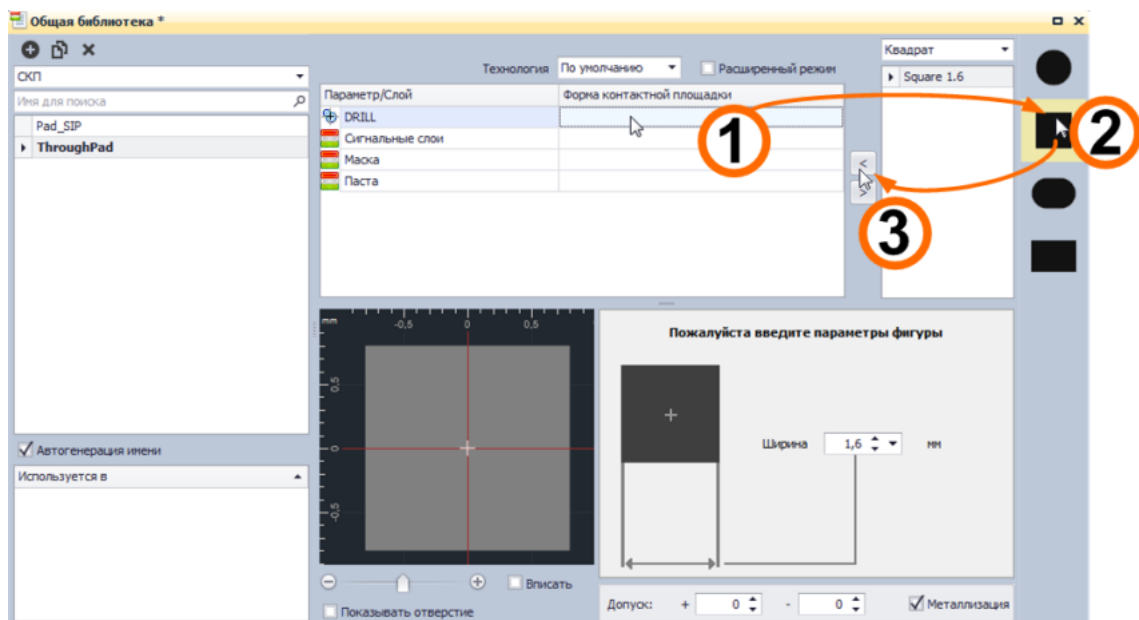

Рис. 124. Определение фигуры для слоя контактной площадки
4. Выберите слой (или другой параметр, например, отверстие для сквозной контактной площадки) в поле «Параметры контактной площадки» и задайте для него фигуру. Доступные фигуры расположены в правой части окна редактора. Чтобы задать для слоя выбранную фигуру необходимо нажать на кнопку «<<», среди кнопок добавления фигур. Последовательность действий показана на Рис. 124.